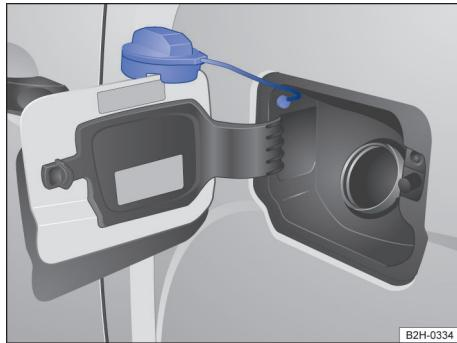

Fig. 138 No lado esquerdo do veículo: portinhola do tanque com tampa do tanque aberta.
- Gire a tampa do tanque para fora e introduza-a na abertura prevista na portinhola do tanque → **Fig. 138**.